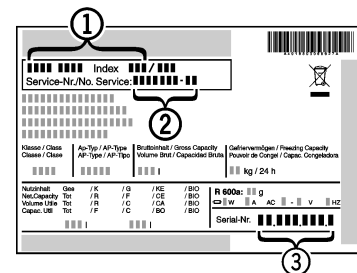

Fig. 10
- ▶ Apparaataanduiding *Fig. 10 (1)*, service-nr. *Fig. 10 (2)* en serie-nr. *Fig. 10 (3)* van het typeplaatje aflezen. Het typeplaatje bevindt zich aan de linkerkant binnen in het apparaat.
- ▶ Contact opnemen met de Technische Dienst en het probleem, apparaataanduiding *Fig. 10 (1)*, service-nr. *Fig. 10 (2)* en serie-nr. *Fig. 10 (3)* mededelen.